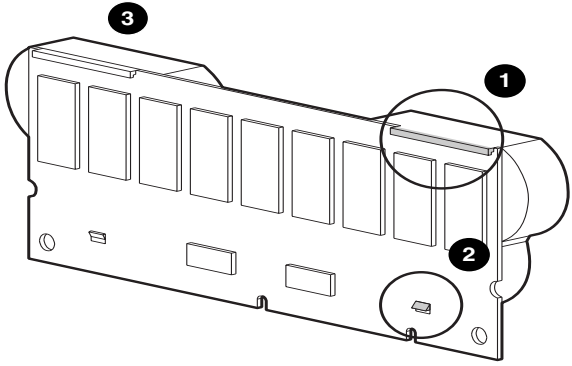

Figure 8 : Fixation de la batterie
8. Assurez-vous que le crochet supérieur ❶ et l'agrafe inférieure ❷ de la batterie sont fermement fixés sur le module. Reportez-vous à la Figure 8.